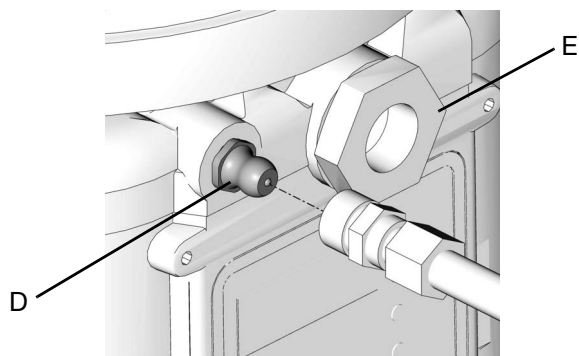

FIG. 23
1. Conecte la manguera de llenado al racor de engrase Zerk de llenado de entrada (D) (FIG. 23).
1. Conecte la manguera de llenado al racor de entrada (D) (FIG. 23).